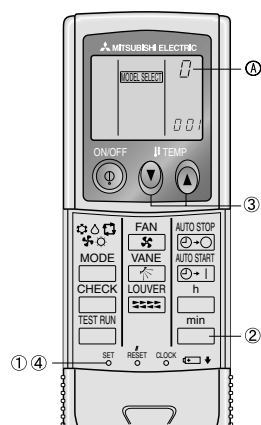

Fig. 6-8
6) Procedimiento para establecer el número del par en el mando a distancia (Fig. 6-8)